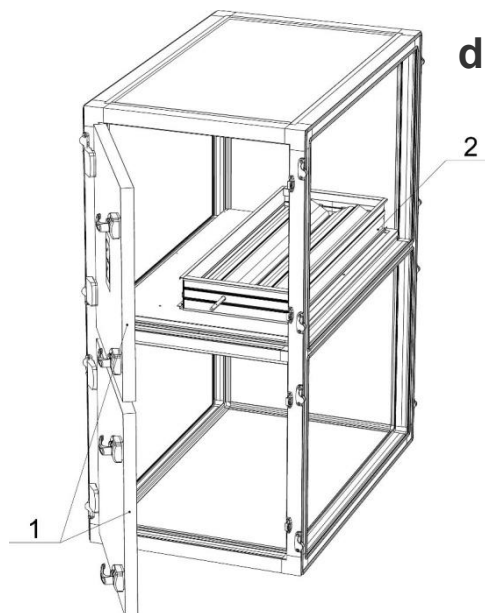

Abbildung 6.7.4 -
4. Zweistufiges Mischteil mit nur einer Mittelklappe innen übereinander (Abbildung 6.7.4 / **(d)**) oder nebeneinander